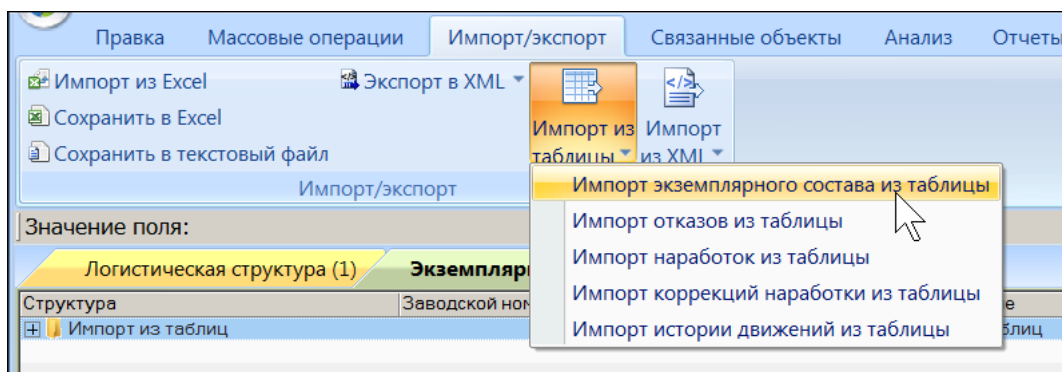

Рис. 30-31 – Вызов диалогового окна импорта из таблицы в рабочем окне «Экземпляры»
- 3) Нажать кнопку «Импорт из таблицы» панели «Импорт/экспорт» и из раскрывшегося списка выбрать пункт «Импорт экземплярного состава из таблицы» (рис. 30-31).